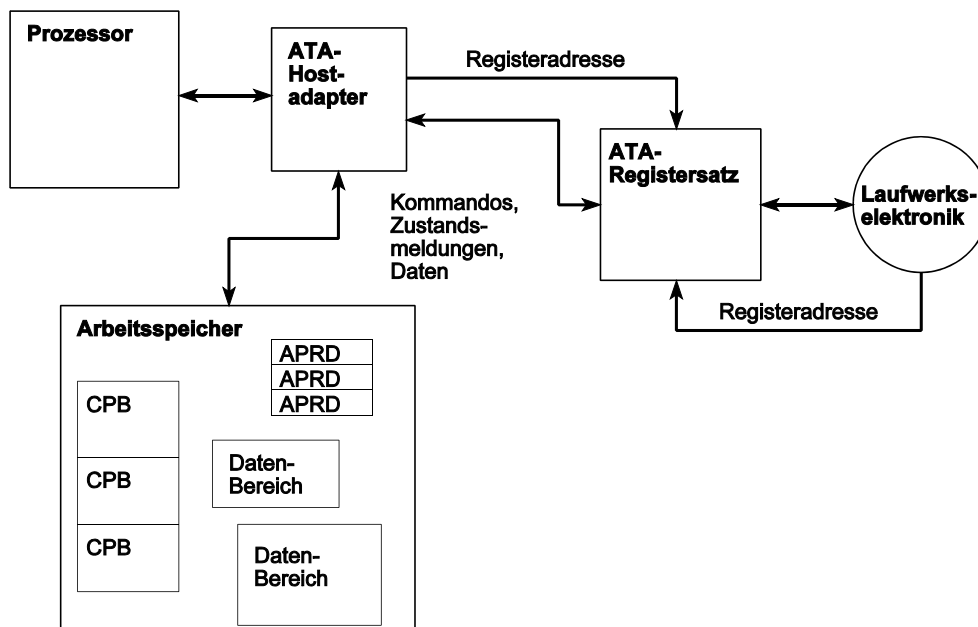

Abb. 1.7 Arbeitsteilung zwischen Prozessor und Hostadapter (3): ADMA-Betrieb
- ADMA-Betrieb (Abb. 1.7). ADMA = Automatic Direct Memory Access. Der Hostadapter kann ganze Kommandoketten (Folgen verschiedener Kommandos) selbsttätig steuern. Hierzu muß der Prozessor lediglich steuernde und beschreibende Datenstrukturen im Arbeitsspeicher aufbauen.